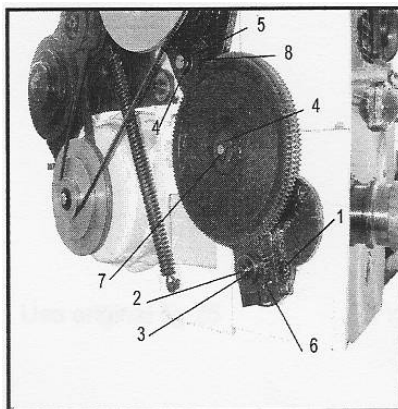

Fig 13
- Desserrez la vis (1, Fig 13)
- Enlevez: la vis (2), la flasque (3) et l'engrenage (6)
- Desserrez l'axe (7) jusqu'à ce qu'il soit libre.
- Desserrez l'écrou (5), enlevez la flasque (4) et l'engrenage (8).